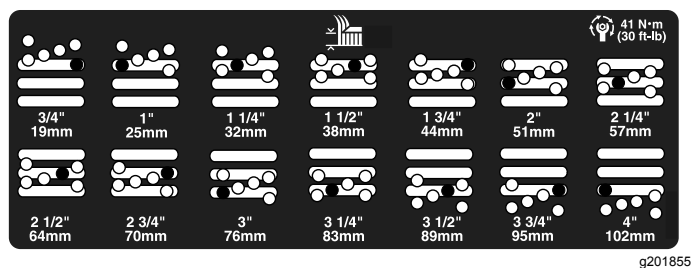

Figura 25
- Mova a câmara para a altura de corte desejada e instale o espaçador no orifício e ranhura da altura de corte designada (Figura 25).